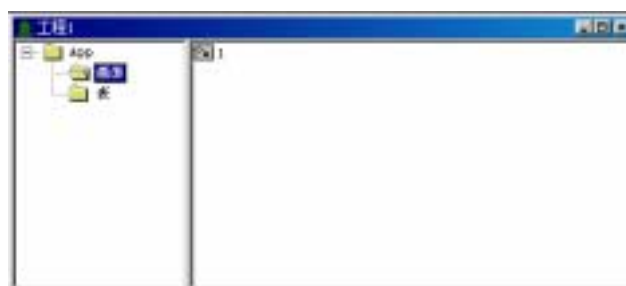

图 2-5
6. 用鼠标左图 2-5 键双击“画面”文件夹。“画面”文件夹打开，“工程 1”窗体右栏出现“画面 1”图标，同时左栏的“画面”文件夹打开。